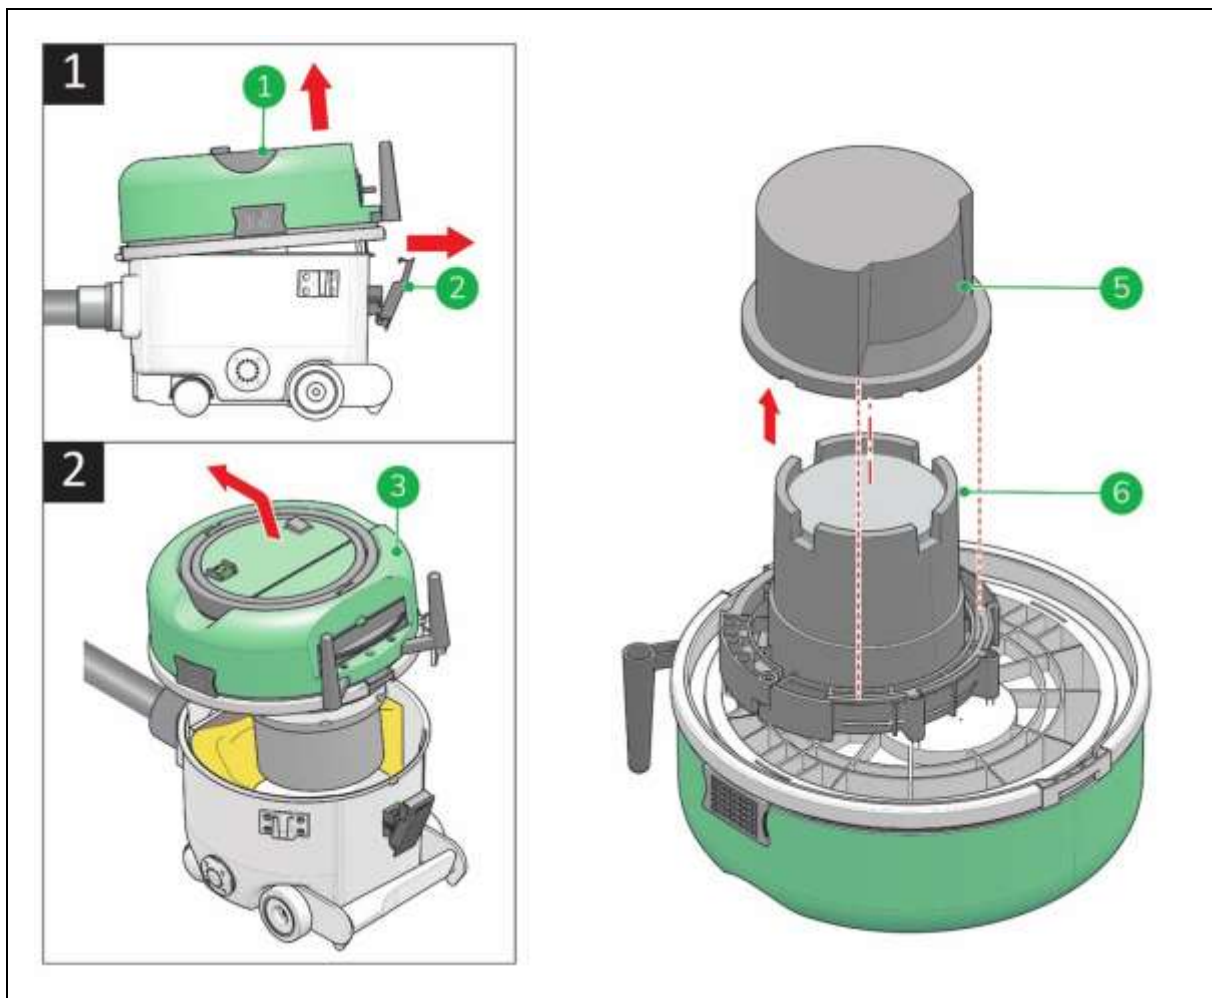

Figure 23
1. Libérez les loquets (fig. 23, pos. 2).
2. Soulevez le capot (fig. 23, pos. 1) sous le rebord gris, sur le côté du loquet.
3. Tirez le capot vers le côté du tuyau et soulevez-le (fig. 23, pos. 3).
5. Soulevez l'ancien filtre du moteur (fig. 23, pos. 5) pour le déposer.
6. Placez le nouveau filtre du moteur. Alignez l'encoche du filtre avec l'encoche sur le dessus du moteur (fig. 23, pos. 6).
1. Libérez le loquet (fig. 23, pos. 2).
5. Soulevez le filtre du moteur (fig. 23, pos. 5) pour le déposer.
8. Remettez le filtre du moteur en place. Alignez les encoches du filtre avec les encoches du capot de l' Dry Plus (voir fig. 23).